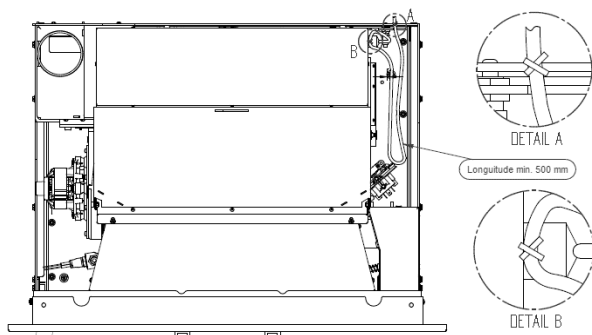

Figura 14 – Ligação elétrica detalhe
- Depois de conectar o cabo elétrico na coluna do silo, é necessário prender o cabo na mesma coluna e a base, certificando-se de deixar o comprimento de cabo, suficiente para que o equipamento possa fazer todo o percurso nas calhas (500 mm), sem o cabo estar em tensão ou tocar nas partes quentes (Figura 14).